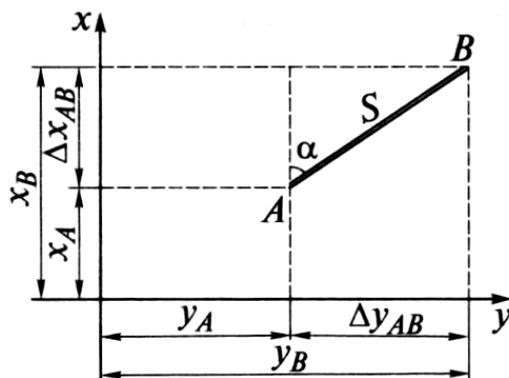

Рис. 1. Решение прямой и обратной геодезических задач.
Задача формулируется так: заданы X_A и Y_A — плоские геодезические координаты точки A (рис. 1). Измерено непосредственно в натуре расстояние S между точками и α — угол положения (направления). Из рисунка 1 находим приращения координат:
Даны координаты точек A и B (см. рис. 1): $x_A = 32761,3$ и $y_A = 87847,4$ м; $x_B = 36184,3$ и $y_B = 84249,7$ м.. Следует найти дирекционный угол α линии AB и расстояние S_{AB} . Из рисунка видно, что
В соответствии с генеральным планом промышленной площадки карьера требуется перенести в натуру здание размером 110x50,0 м. Координаты центра (**B**) здания (X_B, Y_B) и дирекционный угол (α_0) продольной оси здания приведены в таблице 2. Проект разбивки здания составить на миллиметровке в масштабе 1:1000 (см. рисунок 1).
4) Для переноса в натуре центра (B) здания устанавливают теодолит в точке A и от направления AD откладывают угол β_1 затем по направлению AB стальной рулеткой откладывают горизонтальное проложение S и фиксируют на промышленной площадке точку B . (рис.1).